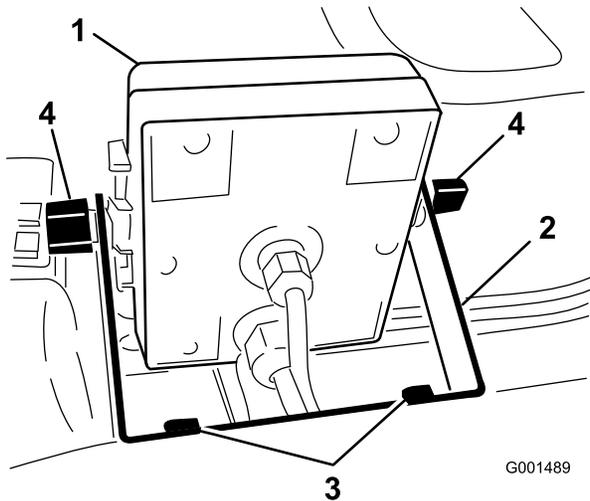
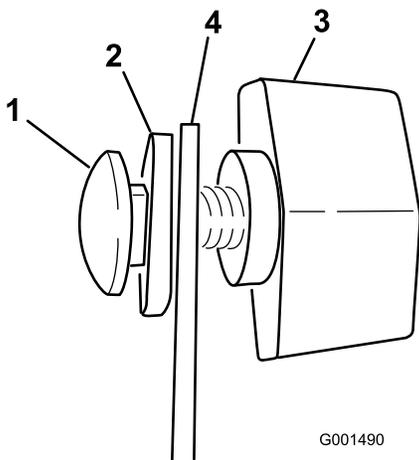

Figura 5
Figura 6
2. Instale el soporte del monitor en el salpicadero (Figura 5) usando 2 pernos con arandela prensada
3. Instale sin apretar los 2 pernos de cuello cuadrado, arandelas de goma y pomos en el soporte de la manera indicada en las Figuras Figura 5 y Figura 6.
6. Instale el monitor Spray Pro sobre las cabezas de los pernos de cuello cuadrado (Figura 5) y apriete los pomos para fijarlo.